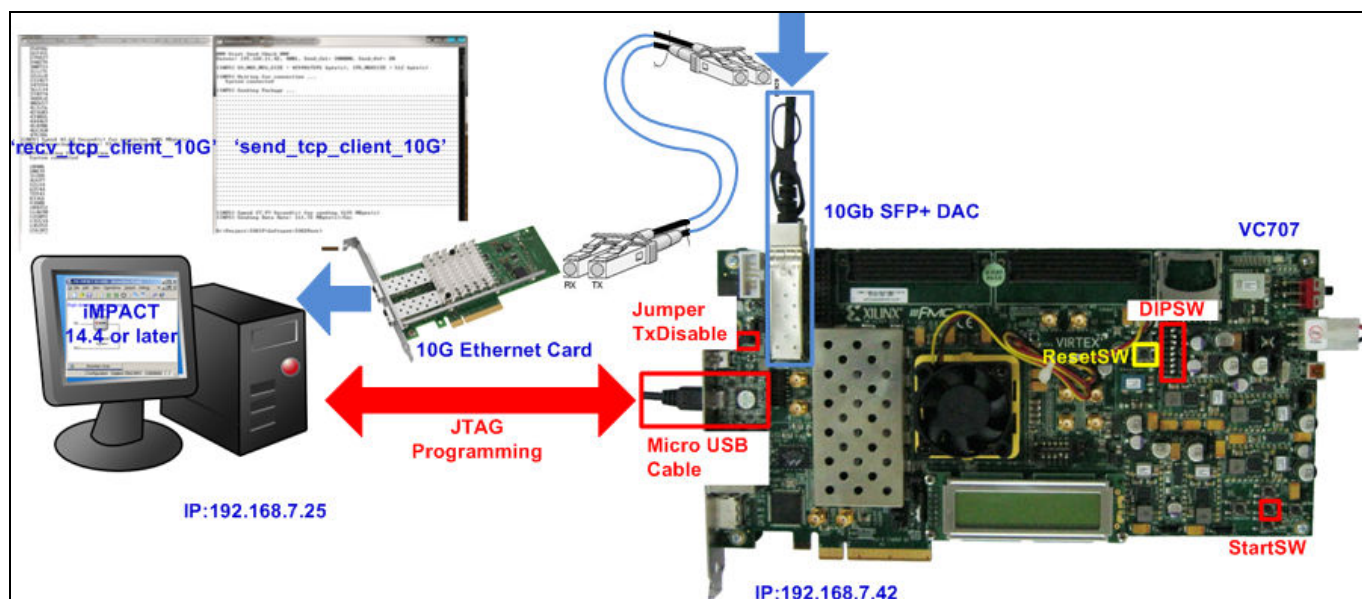

図 2: TOE10G-IP 実機デモの VC707 評価環境
- 図2の左図の様に、テスト接続のローカルエリア接続プロパティを開きます。
- 図2の右図の様に、IP アドレスを **192.168.7.25** に、サブネットマスクを **255.255.255.0** に設定します。